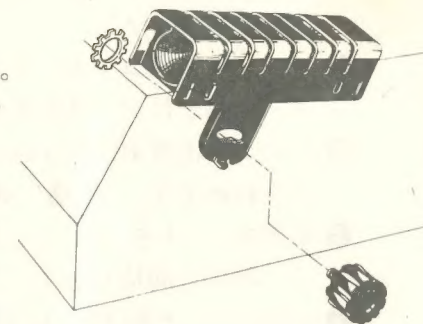

図3
- ① 付属のフィルターケースカバーをフィルターケース本体に取付けて下さい。
- ② コテ置台を図3の様に取付けて下さい。(コテ置台は、ケースの左右どちらにでも取付けることが出来ます。)
- ③ ノズルの先端は半田メッキを施している為、ご使用前には、ノズルの吸込口はふさがっていますが、加熱して、ポンプを作動させれば半田が吸引され、吸込口があきます。